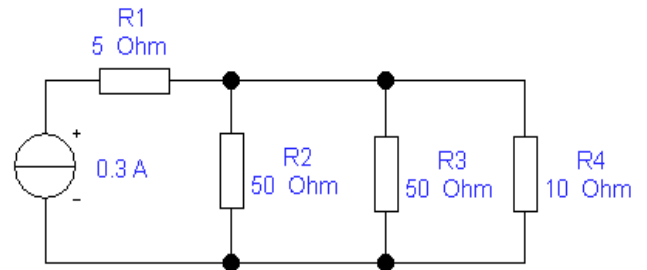

Рис. 2.8.
2.7.10. Визначити величину падіння напруги на R_1 , якщо струм через R_4 дорівнює 0.1A (Рис.2.8).